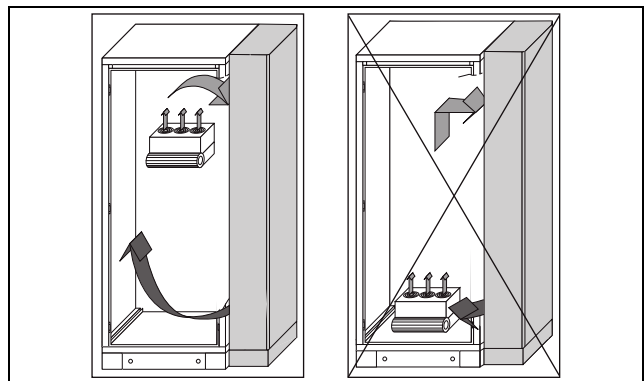

Bild 3: Rikta aldrig kallluftström mot aktiva komponenter
- Var särskilt uppmärksam på luftströmmen från elkomponenternas egna fläktar (bild 3).